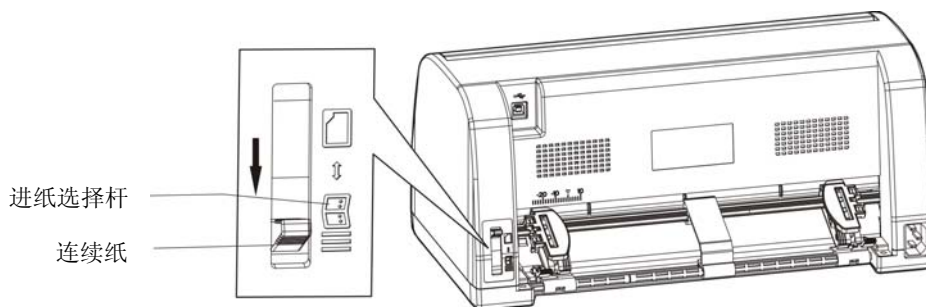

图 3-7 设定进纸选择杆位置（连续纸）
2. 设定单页/连续纸进纸选择杆到连续纸的位置（如图 3-7 所示）。